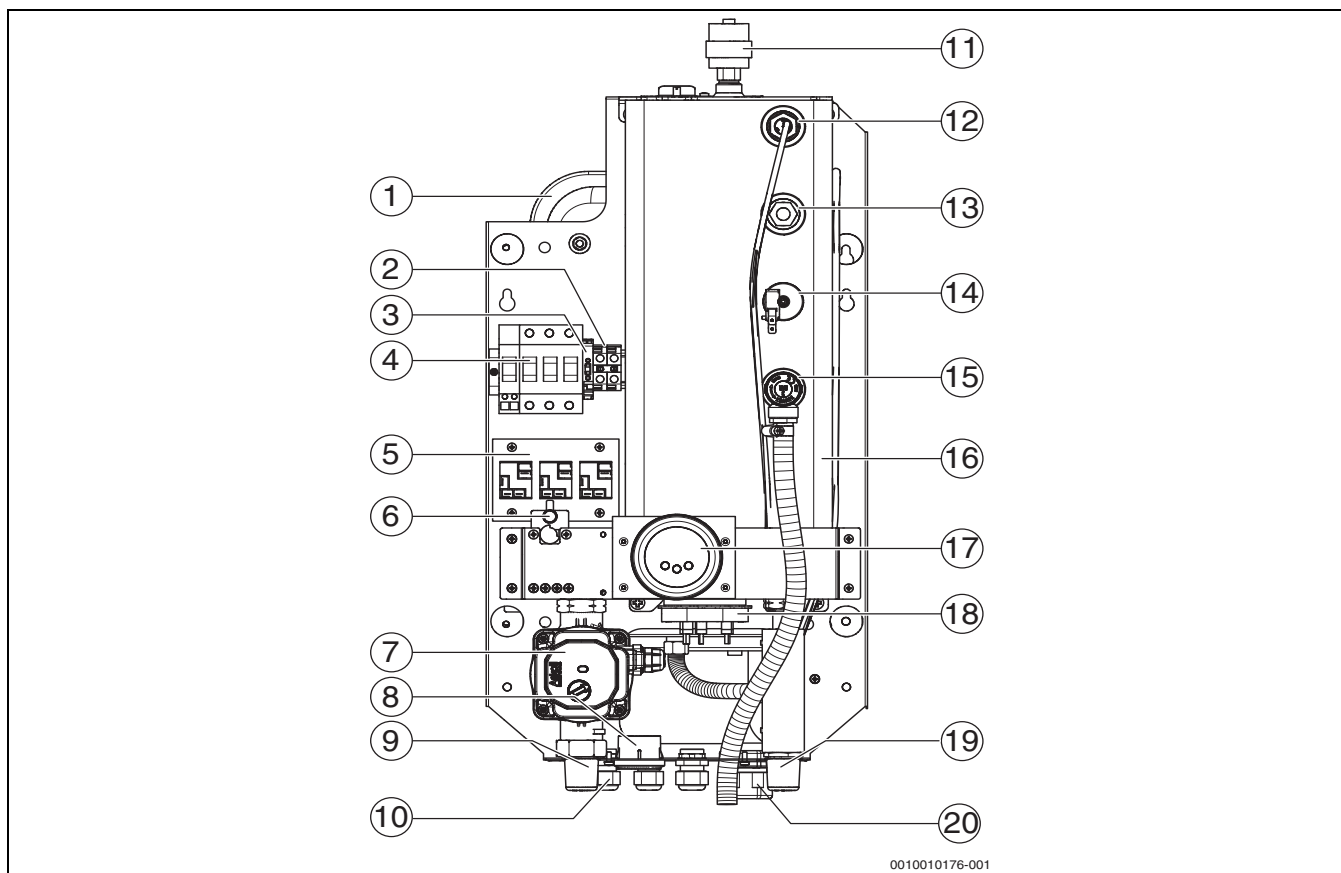

Рис. 1 Функциональные элементы котла Tronic Heat 3500 4–12 кВт
- ▶ Не перекрывайте предохранительный клапан (→Рис. 1, стр. 7, [15])